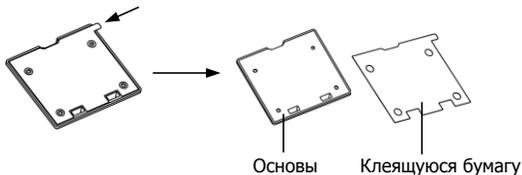

Рис. 11-10
(1) Вытяните **Клеящуюся бумагу** из **Основы**, как показано стрелкой в верхнем левом углу Рис. 11-10.